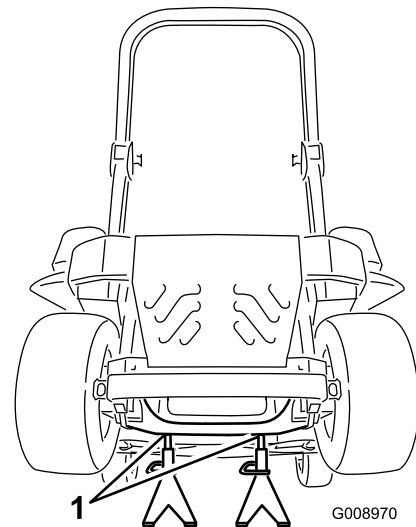

Figura 87
3. Sollevate la macchina e sostenetela su cavalletti (Figura 87).
9. Rimuovete i cavalletti metallici e abbassate la macchina (Figura 87).